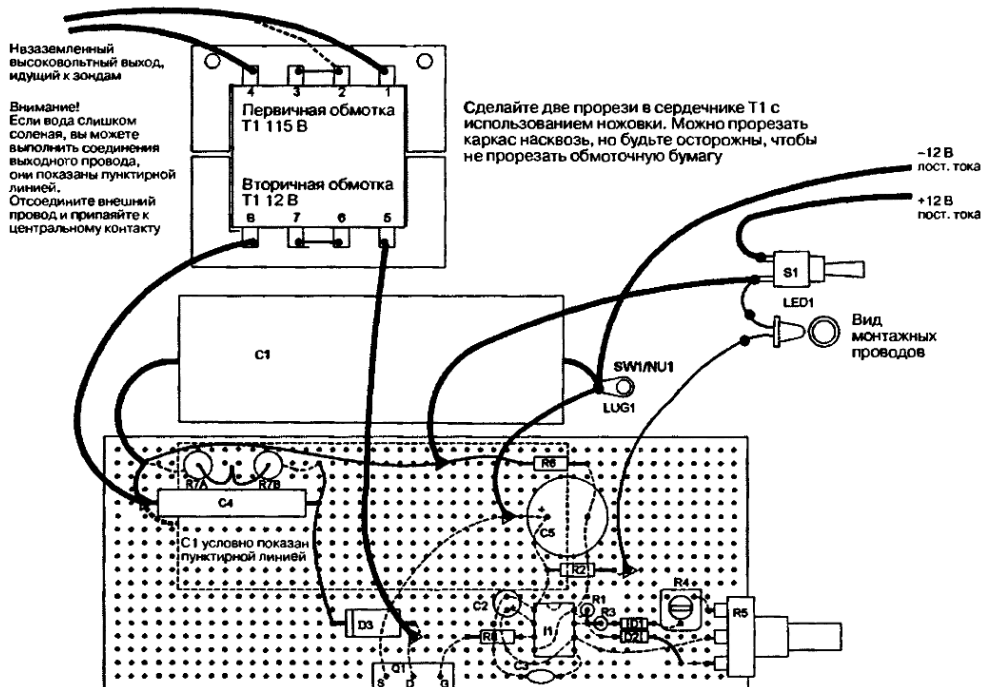

Рис. 24.4. Окончательные соединения и доработка трансформатора
4. Доработайте трансформатор T1 (см. рис. 24.4).
7. Соедините все провода (см. рис. 24.4). Для всех проводов для входных и выходных соединений указана длина 120–150 см. Они могут быть длиннее или короче.